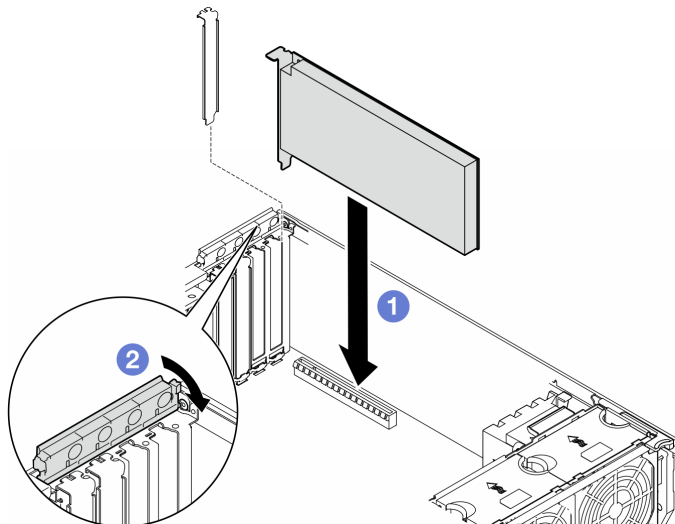

Рис. 107. Установка адаптера PCIe половинной длины
- Чтобы заменить существующий адаптер PCIe, пропустите следующую процедуру установки: Рис. 107 «Процедура установки адаптера PCIe половинной длины» на странице 173